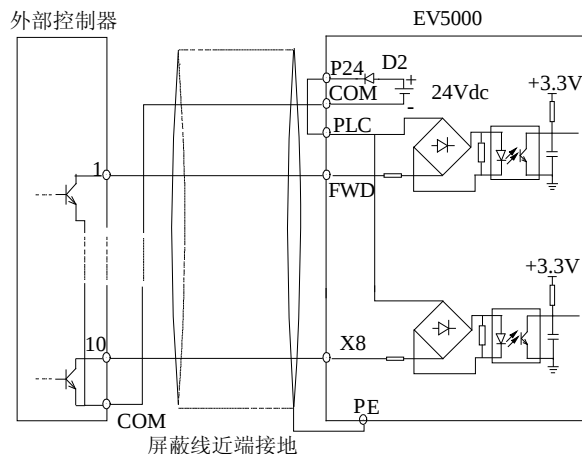

图4-23 使用变频器内部+24V 电源的源极连接方式
- 1) 使用变频器内部+24V 电源,外部控制器为 NPN 型的共发射极输出的连接方式,如图 4-23 所示。